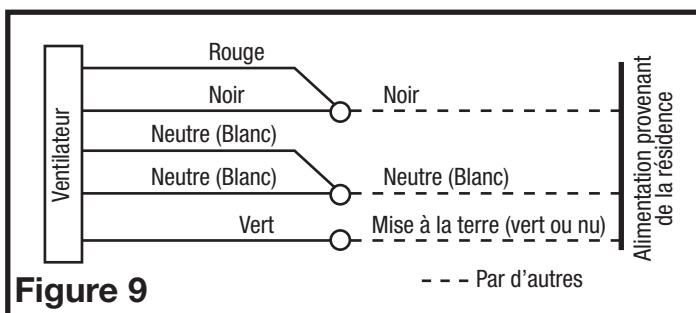

Figure 9
- Par là où vous avez accès à l'intérieur de la boîte de jonction du ventilateur, raccorder un fil blanc provenant de la maison aux deux fils blancs du réceptacle de la lumière et le fil blanc du réceptacle du ventilateur d'évacuation. Raccorder le fil noir provenant du commutateur mural aux deux fils noir du réceptacle de la lumière et au fil noir du réceptacle du ventilateur d'évacuation. Raccorder le fil de mise à la terre de la maison au fil vert du réceptacle du ventilateur (**Figure 9**). Utiliser des méthodes de raccordement approuvées pour toutes les connexions.